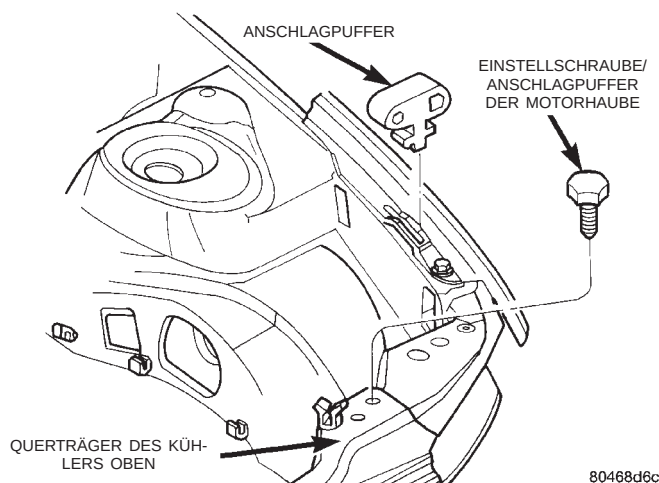

Abb. 7 Einstellschraube/Anschlagpuffer der Motorhaube
- (1) Motorhaubenschloß entriegeln und Motorhaube öffnen.
- (2) Anschlagpuffer der Motorhaube im Uhrzeigersinn drehen.
- (3) Anschlagpuffer vom Kühlerabschlußblech abbauen (Abb. 7).